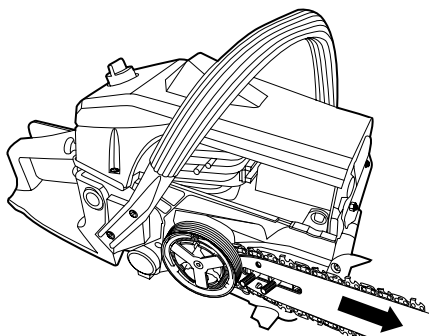

Fig. 6
- > Tirez avec précaution le guide-chaîne vers la droite pour tendre la chaîne (Fig. 6).